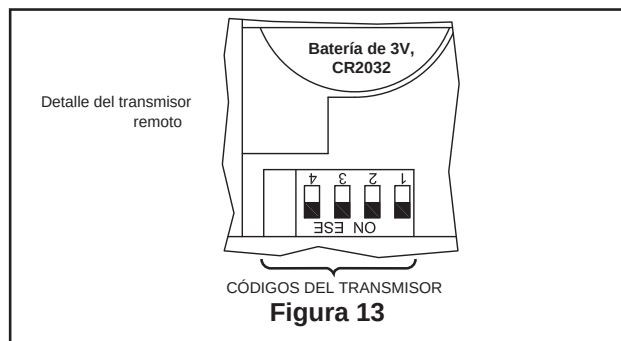

Figura 13
- ☐ 1. Para configurar el código del transmisor, extraiga la carcasa de la batería presionando firmemente debajo de la flecha y deslice la carcasa hasta extraerla. Mueva los interruptores de código hasta colocar el código de selección en la posición arriba o abajo. Los ajustes de fábricas vienen con todos los interruptores hacia arriba. No utilice esta posición. Con un destornillador pequeño o con una lapicera deslice firmemente hacia arriba o hacia abajo. (Figura 13)